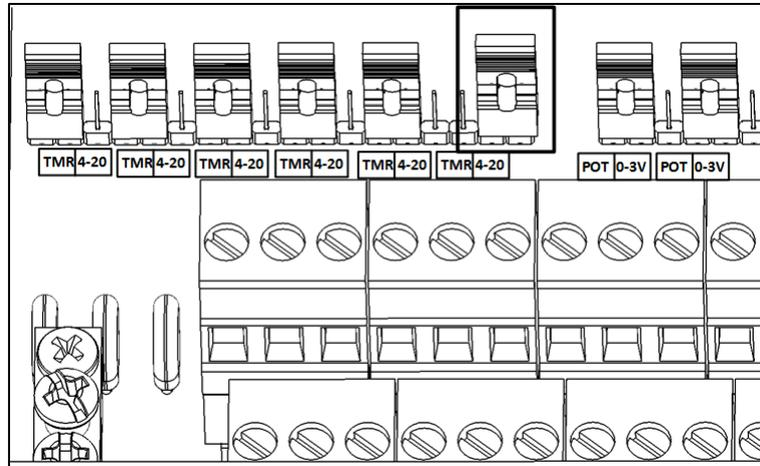

Figura 27: Jumpers sensor de CO2
2. Coloque o jumper correspondente à porta de entrada analógica em 4-20 (Figura 27).